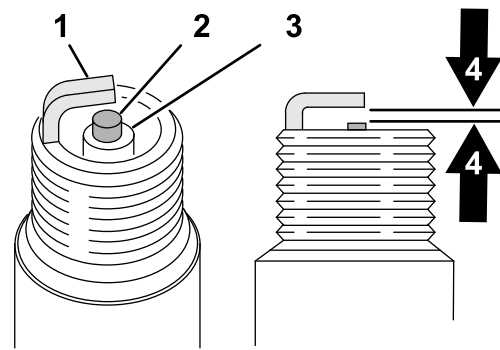

**Figura 35**
2. Limpe a zona em torno das velas (Figura 35).
3. Desligue os fios das velas da ignição (Figura 35).